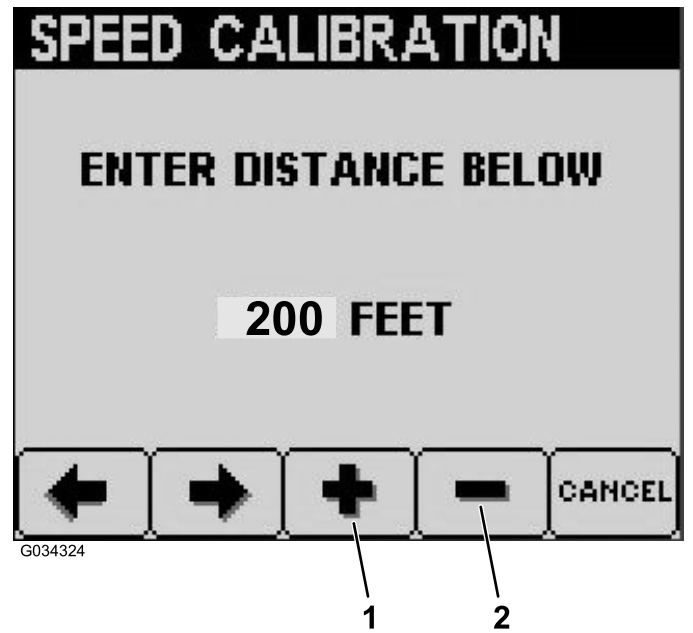

Figure 32
7. Appuyez sur le bouton 3 pour augmenter la distance souhaitée ou sur le bouton 4 pour la réduire (Figure 32).